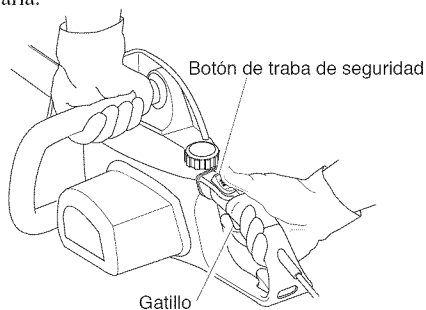

**Figura 5 - Cómo anudar el cable de prolongación y el cable de alimentación**
**Nota:** Un método opcional de retener el cable de prolongación se muestra en la Figura 5. Use este método con cables de calibre más grande que no puedan caber en el retenedor de cables de prolongación.